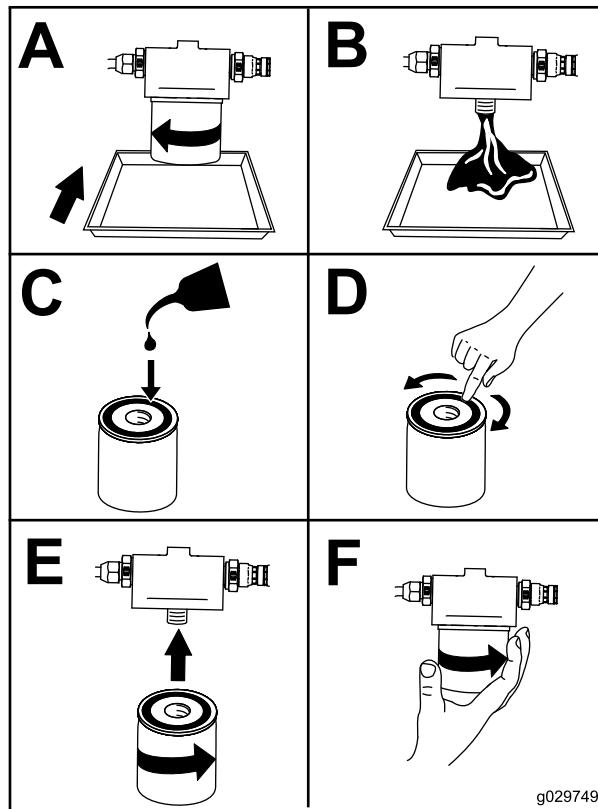

Figure 47
7. Remplacez le filtre à huile (Figure 47).